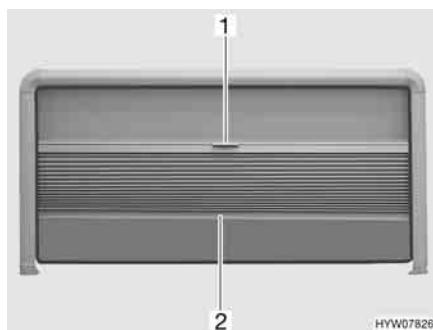

Fig. 27 Finestra apribile
- Afferrare la tendina oscurante pieghevole al centro dell'asta di chiusura (Fig. 27,2) e tirare delicatamente verso il basso.
Apertura: ■ Tenere la parte centrale dell'asta di chiusura (Fig. 27,2) della tendina oscurante pieghevole e spingere quest'ultima verso l'alto con cautela.
Chiusura: ■ Tirare la zanzariera a rullo verso il basso utilizzando la maniglia (Fig. 27,1).
Apertura: ■ Spingere la zanzariera a rullo completamente verso l'alto utilizzando la maniglia (Fig. 27,1).